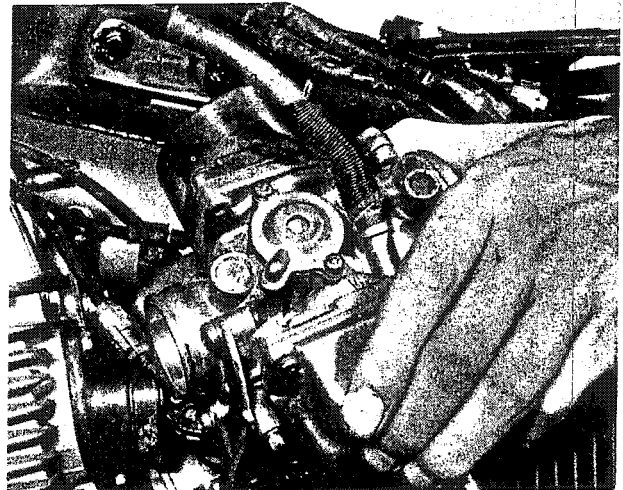

Bild 171
- Den rechten Vergaser ergreifen und nach hinten ziehen, so dass der Luftschlauch zusammengestaucht wird. So steht genügend Platz zur Verfügung, um den Einlassstutzen vom Vergaser abzuziehen. Am linken Vergaser in gleicher Weise vorgehen. Beide Vergaser nach vorn aus den Luftschläuchen herausziehen und nach rechts ausbauen (Bild 171).